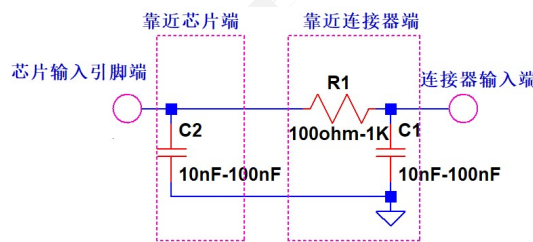

图 3 ESD 引入路径上的芯片输入端处理
- 3) 对于有较强 ESD 引入路径的连接器控制输入信号口在靠近连接器端对地接 10nF-100nF 陶瓷电容，之后再串联 100 欧姆-1K 欧姆的电阻，最后在芯片输入引脚端对地接 10nF-100nF 电容，这些电容的对地过孔须保证有 2 个或以上，如下图 3 所示。